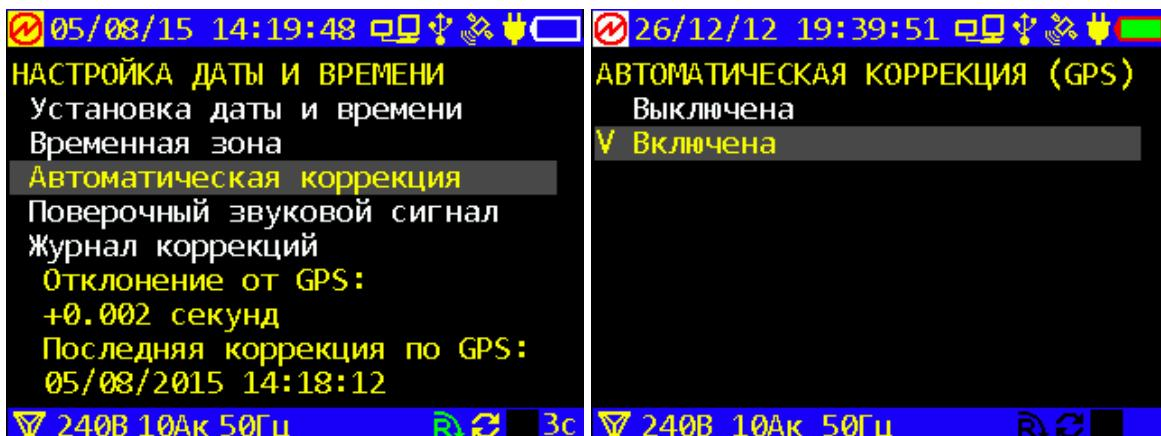

Рисунок 4.4.6 - Экраны настройки даты и времени
4.4.6.1 При входжении в пункт «Автоматическая коррекция» предоставляется возможность включить или выключить автоматическую коррекции времени, выбрав альтернативный режим на экране (Рисунок 4.4.6 справа). Выбор осуществляется с помощью клавиш  $\downarrow$ ,  $\uparrow$  и «ENT». Напротив выбранного режима появляется V-образный курсор. На символ GPS на верхней строке состояния этот выбор не влияет, поскольку приемник GPS работает независимо от того, использует прибор его данные для коррекции времени или нет.